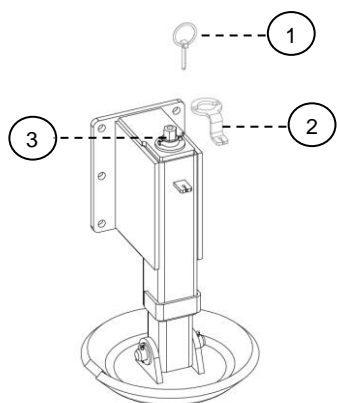
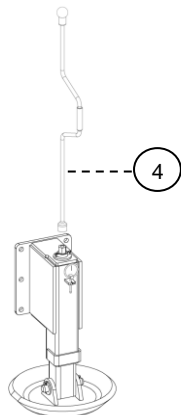
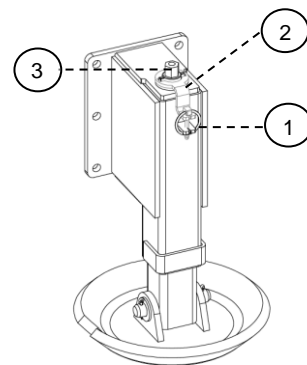

Bild.8
Bild.9
Bild.10
VPX-vikplogen är utrustad med två stödtallrikar, som med vev (storlek NV19) kan justeras till önskat läge. Plocka bort ringsprint (1) och låsbleck(2) från justeringsskruv(3) innan höjdjustering – se Bild.8. Använd vev(4) för höjdjustering $360^\circ = 5\text{mm}$ – se Bild.9. Återställ låsbleck(2) och saxsprint(1) för att låsa justeringsskruven(3) efter höjdjustering – se Bild.10.